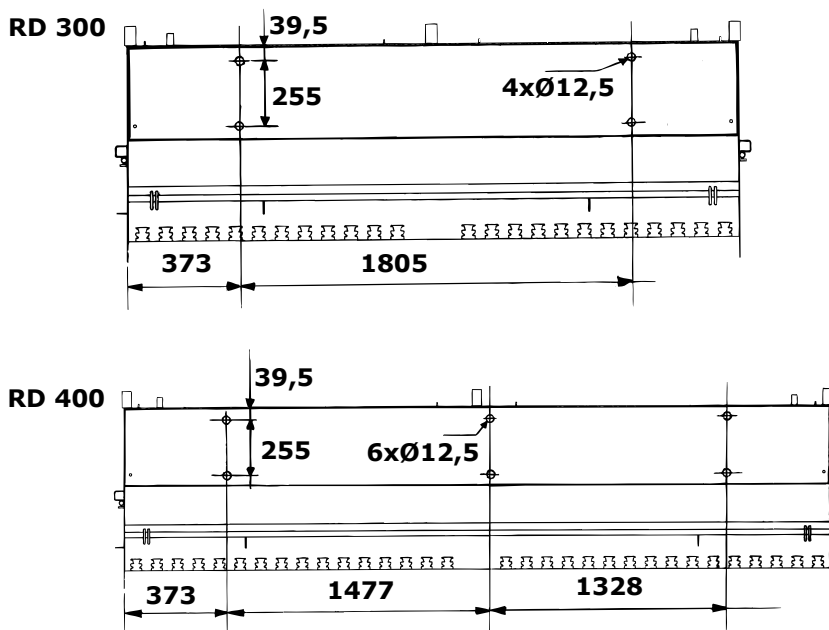

Figure 1.2
- 1 Smontujte travní výsevní skříň a připevněte ji s pomocí šroubů (A). Některé RD 300-400 C/S nemají předvrtané otvory pro šrouby. V tom případě proveďte vyvrtání otvorů podle zobrazení na "Figure 1.2".